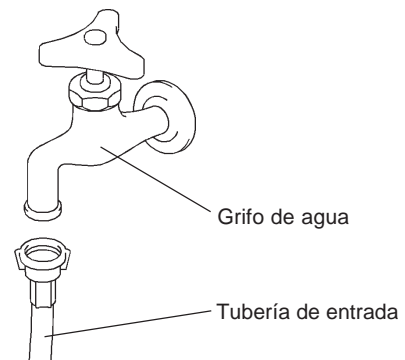

Fig. 8
3) Acople el otro extremo de la tubería de entrada al grifo de agua (Fig. 8), comprobando que la arandela está colocada correctamente antes de apretar con la mano según se indica anteriormente.